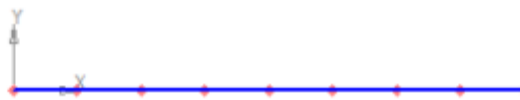

Рис. 3
- укажите кривую, по которой нужно проставить точки (щелкнуть ЛКМ). Обратите внимание, подводя курсор мыши к отрезку, он изменяет цвет. Система равномерно расставила точки, разделив отрезок на заданное количество равных участков (рис. 3).